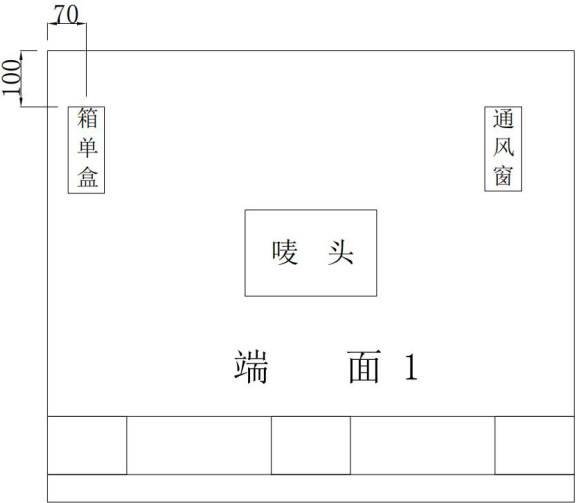
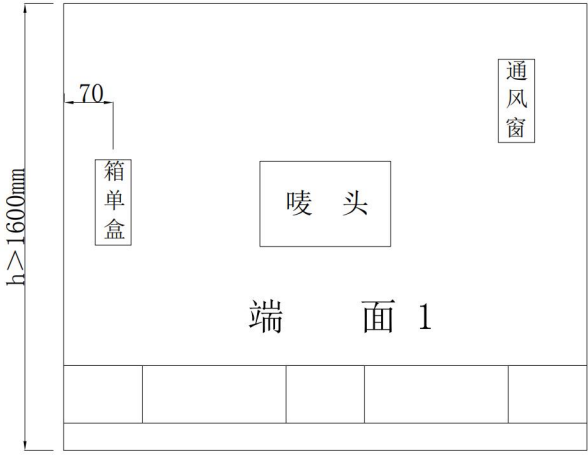

图 12. 包装箱端面 1 箱单盒示意图
图 13. 包装箱端面 1 箱单盒示意图
2、箱单盒：箱单盒钉挂在包装箱的端面，与唛头钉挂在同一端面。常规包装箱的箱单盒距上侧位置尺寸为 100mm、箱单盒中心距左侧位置尺寸为 70mm，如图 12 所示。高度大于 1600mm 的包装箱，箱单盒中心与唛头中心在同一高度，居唛头左侧，如图 13 所示。对于宽度小于 400mm 的扁窄包装箱和高度小于 300mm 的低矮包装箱，可不钉挂箱单盒，箱单装袋密封、钉挂在唛头后面。